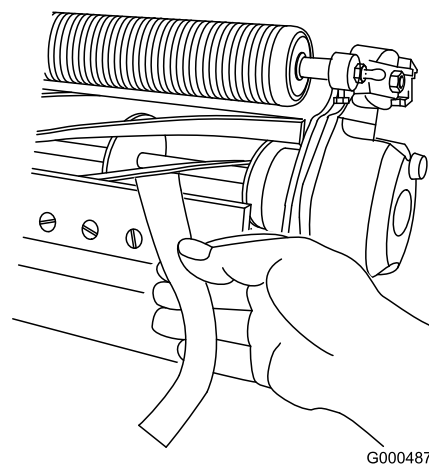

Figura 12
2. Porca do parafuso de ajuste da barra de apoio (2)
- B. Insira uma fita comprida de papel de desempenho de corte entre o cilindro e a lâmina de corte, perpendicular à lâmina de corte (Figura 12) e, em seguida, rode **lentamente** o cilindro para a frente; deve cortar o papel; caso contrário, repita os passos A e B até que o faça.
11. Insira uma fita comprida de papel de desempenho de corte entre o cilindro e a lâmina de corte, perpendicular à lâmina de corte (Figura 12) e, em seguida, rode **lentamente** o cilindro para a frente; deve cortar o papel; caso contrário, rode cada parafuso de ajuste da barra de apoio no sentido dos ponteiros do relógio 1 clique e repita este passo até que corte o papel.